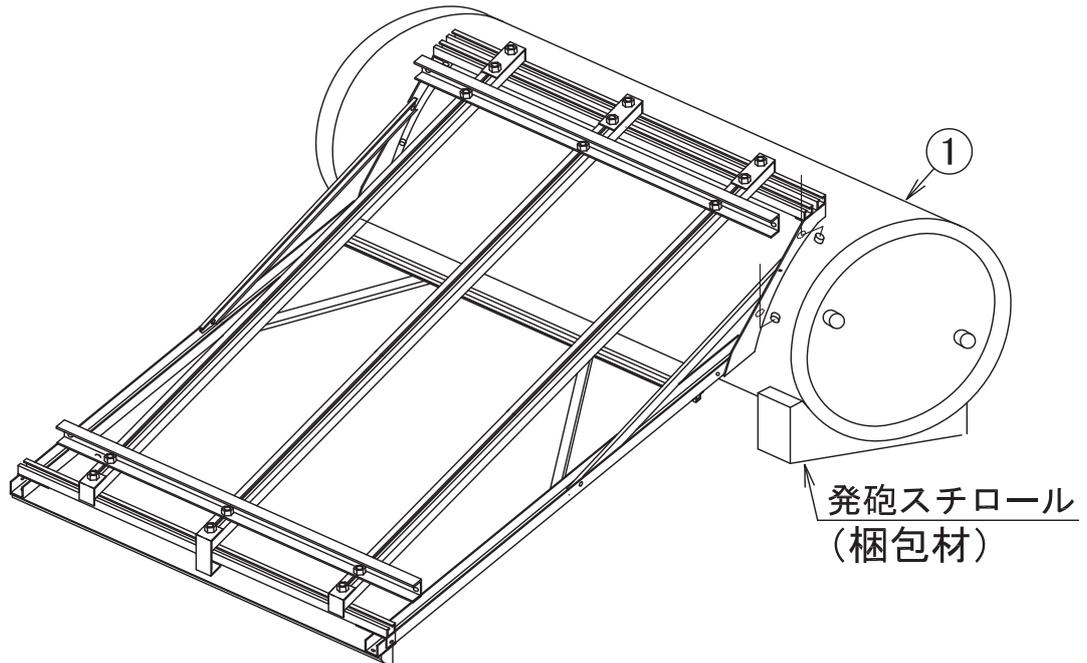

図5
(3) 貯湯槽の組立
- 図5 傾斜架台を貯湯槽①に乗せ、貯湯槽に取付けてあるボルトで組立てます。貯湯槽と傾斜架台のボルトを全て締付けてください。その後、本体を裏返しにして完成です。